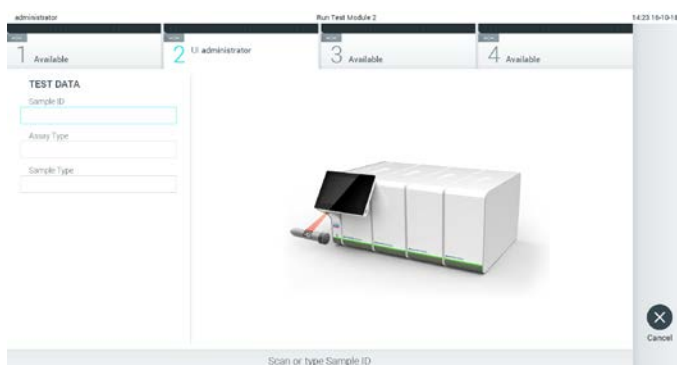

Рис. 72. Сканирование идентификационного штрих-кода пробы.
2. При получении соответствующего запроса отсканируйте идентификационный штрих-код пробы с помощью сканера штрих-кодов, встроенного в рабочий модуль (рис. 72).